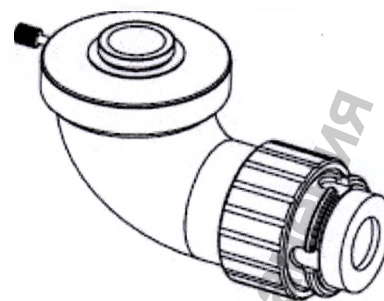

Рис. 26
13.5 Адаптер для CCD камеры (рис. 26)